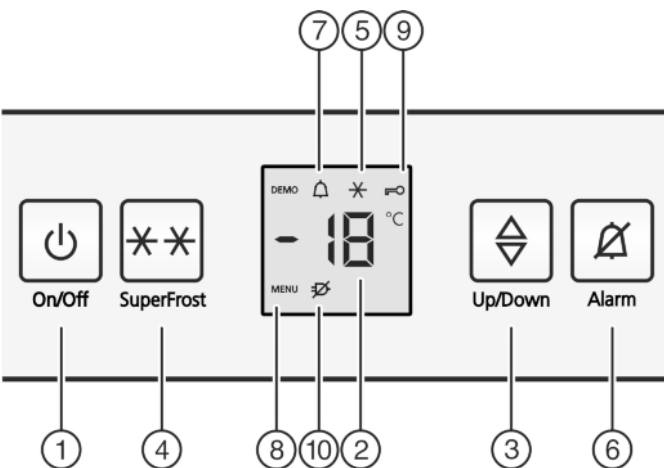

Fig. 2
- Вместе с индикацией температуры мигает символ «SuperFrost» Fig. 2 (5).*
- ▶ Нажать кнопку On/Off Fig. 2 (1).
- ▷ Устройство включено. Индикатор температуры и символ "Alarm" Fig. 2 (7) мигают, пока температура не станет достаточно низкой.
- ▶ Активация режима настройки: Нажмите кнопку SuperFrost Fig. 2 (4) и удерживайте ее прим. 5 секунд.
- ▷ На индикаторе будет отображаться символ «Меню» Fig. 2 (8).
- ▶ Для подтверждения нажать и отпустить кнопку «SuperFrost» Fig. 2 (4).
- ▷ На индикаторе горит символ «Защита от детей» Fig. 2 (9).
- ▷ Функция защиты от детей включена. Если необходимо выйти из режима настройки: ▶ нажмите и отпустите кнопку "On/Off" Fig. 2 (1).
- ▷ Символ «Защита от детей» Fig. 2 (9) гаснет.
- Если необходимо выйти из режима настройки: ▶ нажмите и отпустите кнопку "On/Off" Fig. 2 (1).
- ▶ Нажмите кнопку Alarm Fig. 2 (6).
Одновременно мигает индикация температуры и символ тревоги Fig. 2 (7).
Звуковой сигнал выключается автоматически, символ аварийного сигнала Fig. 2 (7) выключается и индикатор температуры перестает мигать, если температура снова становится достаточно низкой.